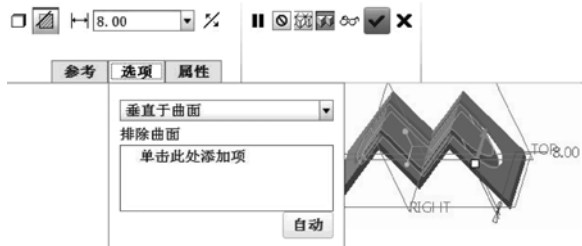

图 7-138 加厚参数设置
- 8 在“加厚”选项卡中单击“去除材料”按钮, 输入加厚的厚度值为“8”; 而打开“选项”面板, 可接受默认的控制选项为“垂直于曲面”, 如图 7-138 所示。